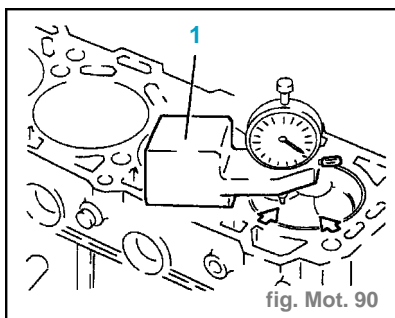

fig. Mot. 90
- Relever le dépassement des pistons sur deux points à **180°**, sur l'axe du piston avec l'outil (1) **1.820.253.000** et faire la moyenne des deux valeurs pour chaque piston. (fig. Mot.90)